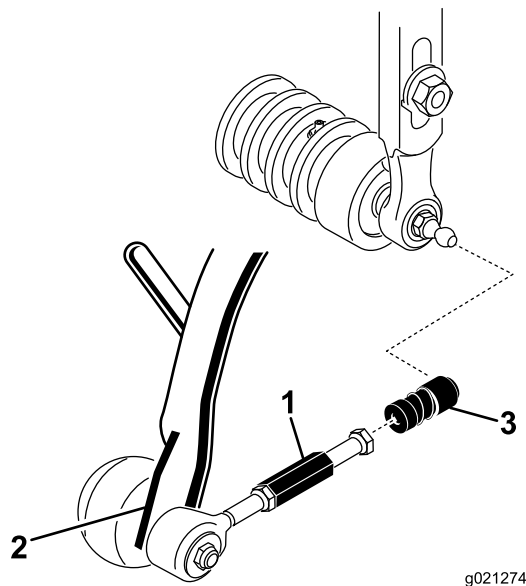

Bild 10
3. Schieben Sie die Hülse an jeder Kugellageraufnahme zurück und haken Sie die Aufnahme in den Kugelbolzen des Mähwerks ein (Bild 10).